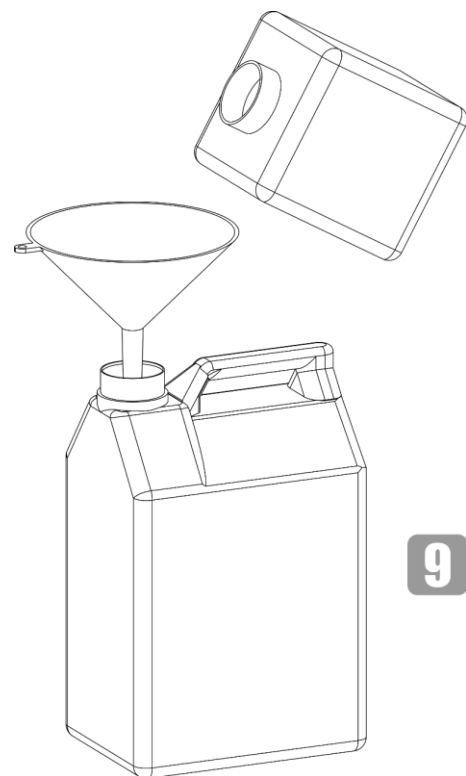

Fig. 28
- 09) Utilizzare un imbuto per versare il liquido del fumo dal serbatoio nella tanica originale del liquido del fumo, in linea con quanto illustrato nella Fig. 28.